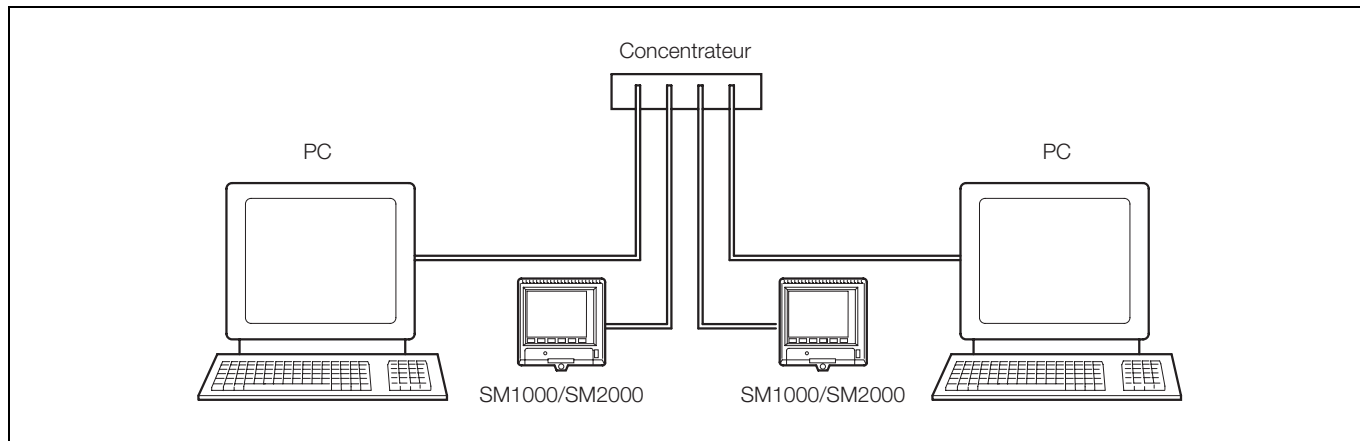

Fig. 2.4 Connexion à un concentrateur de réseau
- Connexion à un concentrateur de réseau – voir Fig. 2.4
2.3 Connexion à un concentrateur de réseau – Fig. 2.4